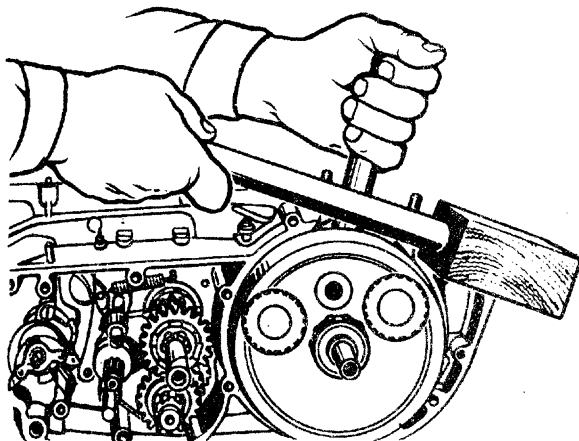

Рис. 3.21. Снятие левой половины картера с полуоси коленчатого вала
- левую половину картера с полуоси коленчатого вала в соответствии с рис. 3.21;